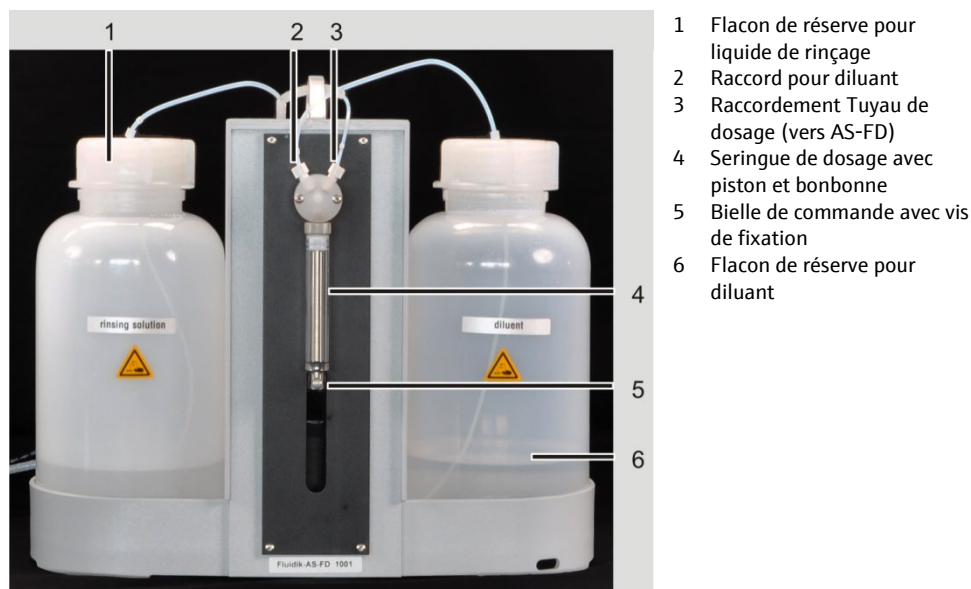
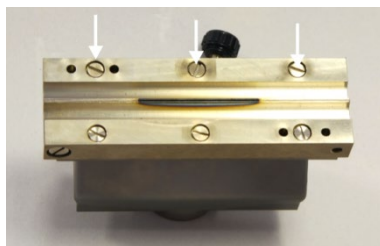

Fig. 45 Doseur sur le module fluide de l'AS-FD
Fig. 47 Vis sur la mâchoire avant du brûleur
Régler la vis d'ajustage sur le dispositif d'accrochage de droite de manière à ce que le passeur d'échantillons ne puisse pas glisser de l'alésage de logement (3 sur Fig. 45 p. 72).
3. Brancher les câbles de commande pour connecter le passeur d'échantillon au module fluide et à l'appareil AAS dans les raccords à l'arrière du passeur d'échantillon et les bloquer (1 et 2 sur Fig. 45 p.72). Pour ce faire, accrocher le compartiment à échantillons sur la droite.
5. Insérer le tuyau d'évacuation sur le manchon d'évacuation du passeur d'échantillons (à l'arrière, 4, Fig. 45 p. 72).
6. Visser le tuyau pour solution de rinçage à l'arrière du passeur d'échantillons (5, Fig. 45 p. 72).
- Tuyau de longueur moyenne dans le raccord supérieur – vers échantillon (1 dans Fig. 47)
- Tuyau court dans le raccord latéral – vers canule du nébuliseur (2)
- Tuyau long dans le raccord inférieur – vers solution de rinçage (4)
- Mode de travail manuel : Poser le module d'injection dans le dispositif d'accrochage du compartiment à échantillons. Travail avec le distributeur d'échantillons : Accrocher le module d'injection sur le support prévu à l'arrière du passeur d'échantillons (6 sur Fig. 45 p.72).
- Enficher le câble de commande (5 sur Fig. 47) dans la fiche bipolaire du panneau du compartiment à échantillons.
- Poser le tuyau court (2) sur la canule du nébuliseur.
- Plonger le tuyau long (4) dans le flacon de réserve avec solution de rinçage.
- Plonger le tuyau de longueur médiane (1) dans le flacon d'échantillons ou le relier à la canule d'aspiration du passeur d'échantillons.